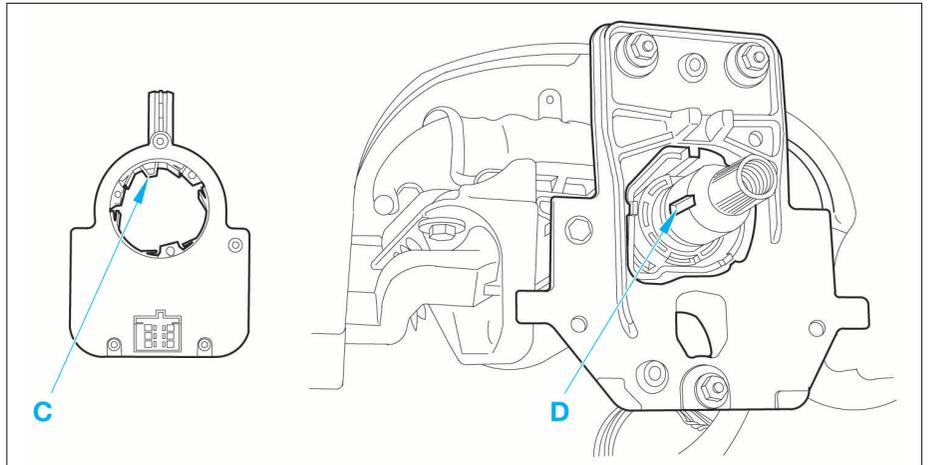

FIG. 9
- pour la repose du capteur d'angle du volant, aligner le détrompeur "C" avec la rainure "D" de la colonne de direction (Fig.9).